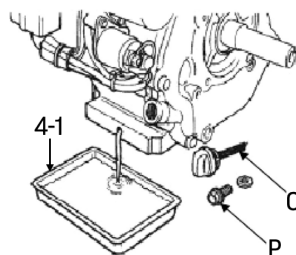

fig. 4
Vidangez l'huile au niveau du bouchon de vidange d'huile (P) (fig. 4).
1. Retirez la jauge (O).